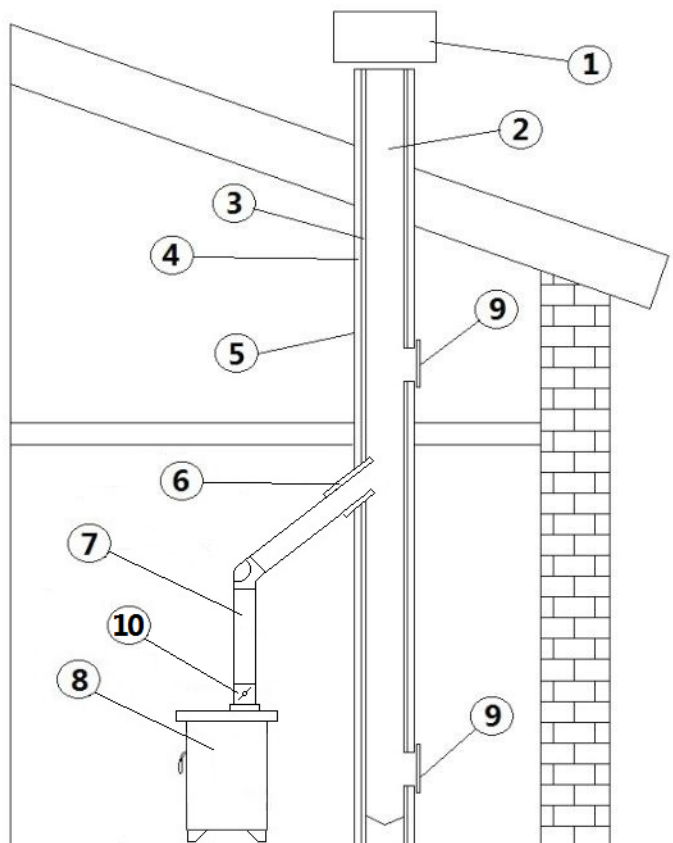

Fig. 4 - Composant de cheminée
- Il est conseillé de choisir une cheminée de type anti vent, voir Fig. 4 à page 28.
- Conduit de fumées extérieur réalisé exclusivement avec des tuyaux en inox isolés, c'est-à-dire avec une double paroi d'un diamètre minimum de $\varnothing 150$ mm: l'ensemble doit bien être fixé au mur. Avec cheminée anti-vent (voir Fig. 4 à page 28).